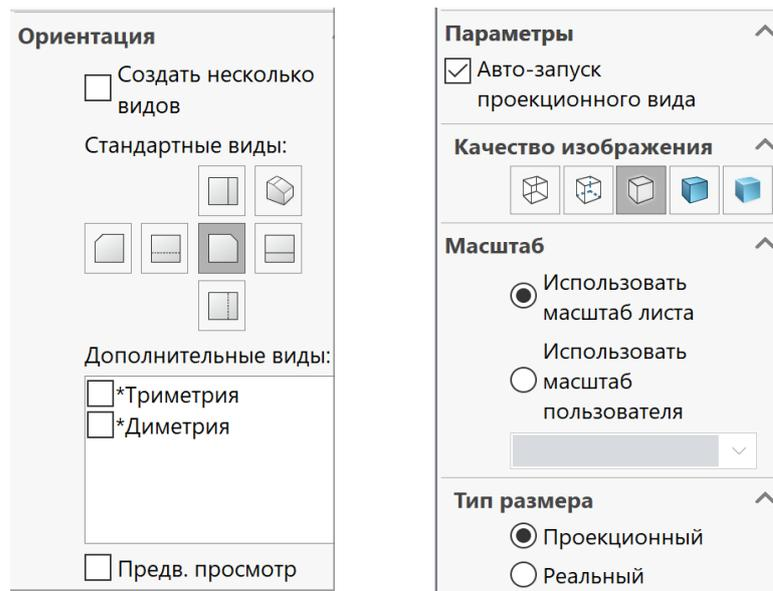

Рисунок 4.4 – Параметры видов
– **Орієнтація** (Orientation) (рис.4.4) – панель вибору орієнтації деталі у створюваному проєкційному виді. Вибравши опцію *Створити кілька видів* можна вибрати кілька з 6 стандартних перпендикулярних проєкційних видів: спереду, ззаду, зліва, справа, зверху, знизу. Також можна обрати аксонометричні види. Потрібно зазначити, що дані види створюються відносно головних площин завантаженого проєкту.
– **Опції** (Options) (рис.4.4) – Авто-запуск проєкційних видів. Вибір даної опції дозволяє створювати зв'язані проєкційні види відразу після створення першого виду.
– **Масштаб** (Scale) (рис.4.4) – вибір масштабу створюваного виду. Якщо вибрати опцію *Використати масштаб листа*, то система автоматично підбере масштаб, що найкраще забезпечить розміщення необхідних проєкційних видів у просторі листа. Також користувач може сам вибрати необхідний йому масштаб кресленика *Використати масштаб користувача*. Масштаб обраний для виду завжди можна інтерактивно змінити, вибравши потрібний вид на аркуші.
– **Тип розмірів** (Dimension type) (рис.4.4) – вибір типу відображення розмірів моделі: